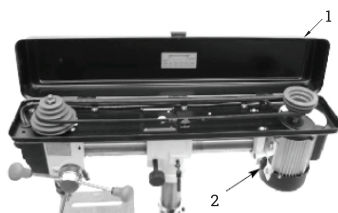

Рис. 10. Регулировка натяжения клинового ремня
Открыть крышку шкива (1) и ослабить обе блокирующие рукоятки двигателя (2) (по одной с каждой стороны головки) (рис. 10). Отодвинуть двигатель назад, чтобы натянуть ремень. Натяжение считается верным, когда при надавливании пальцем на середину ветви ремня его прогиб составляет около 10 мм. После регулировки натяжения зафиксировать двигатель в данном положении, затянув блокирующие рукоятки.
Для изменения частоты вращения шпинделя ослабить блокирующую рукоятку двигателя (рис. 10) и сдвинуть двигатель к передней стороне станка. Это позволит ослабить натяжение ремня и перекинуть его на другой ручей шкива в соответствии с требуемой ступенью